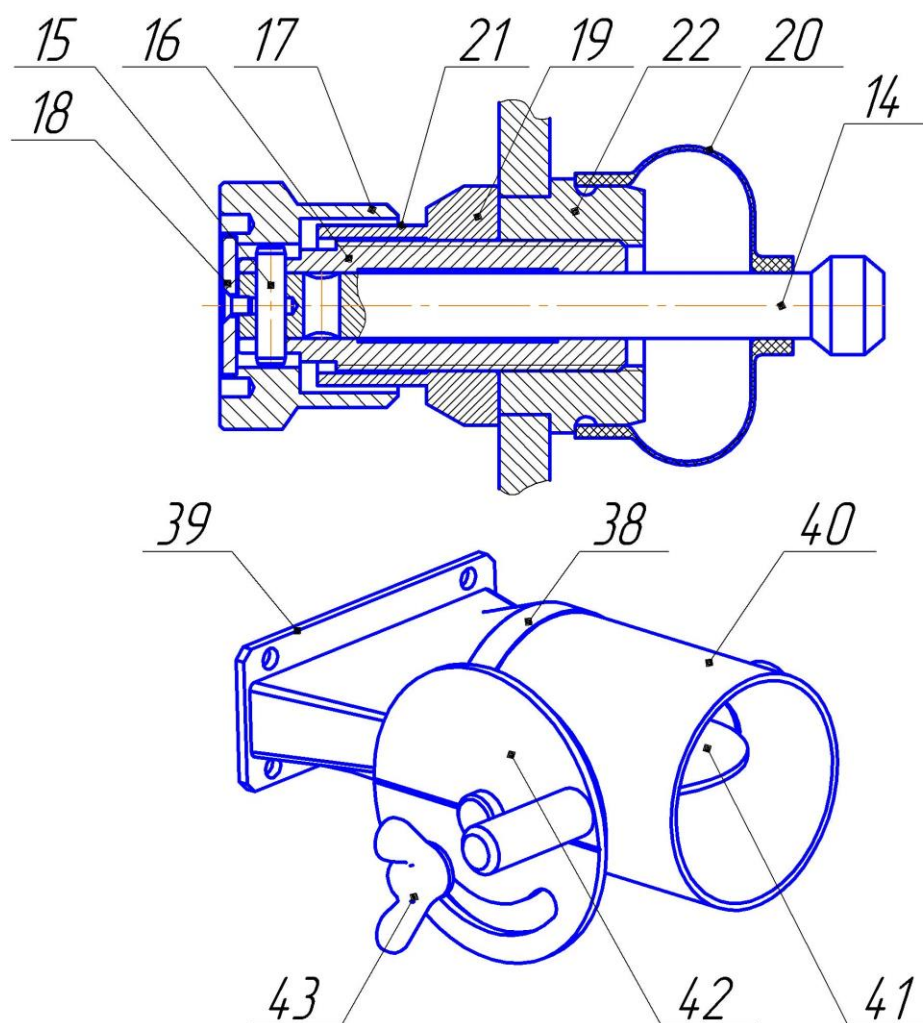

Рис. 3 Регулировочный узел и Шибер ЩД 6М
3.6 Замена срезного штифта (Рис. 3):